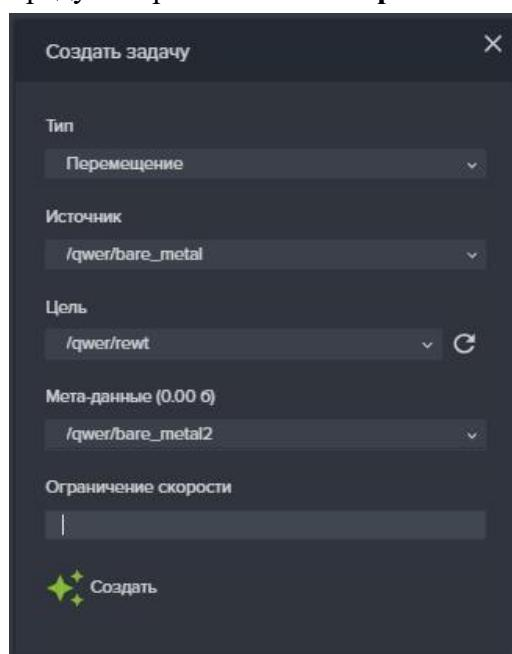

Рисунок 138. Окно задачи синхронной репликации
3. Нажмите на кнопку «Создать новую задачу», откроется окно задачи см. Рисунок 138;
6. Нажмите на кнопку «Создать новую задачу», откроется окно задачи см. Рисунок 138;